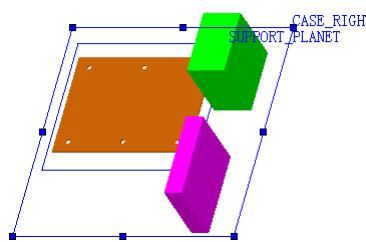

图 17.3.4 创建机箱的右平面
Step2. 创建图 17.3.4 所示的机箱的右平面。选择下拉菜单**插入(I)** → **参考几何体(G)** → **基准面(F)...**命令。选取 SUPPORT_PLANE 基准面为参照，在**输入**后的文本框中输入数值 8.0。右平面名称为 CASE_RIGHT。